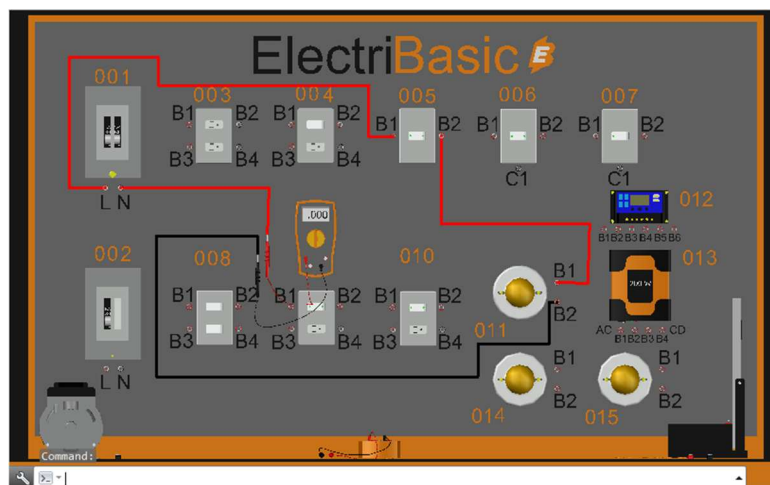

Fig. 1 Medición de corriente eléctrica
- 3.-Conectar el interruptor termo magnético 001-L con 005-B1 posteriormente 005-B2 conectarlo con 011-B1 y 001-B2 con 001-N como se muestra en la Fig. 1